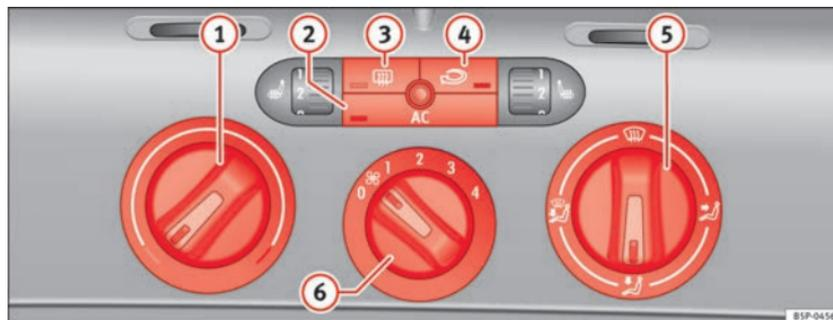

Abb. 127 In der Instrumententafel: Bedienelemente der Climatic
- Mit den Reglern ⇒ Abb. 127 ① und ⑤ und mit dem Schalter ⑥ stellen Sie die Temperatur, die Luftverteilung und die Gebläsestufe ein.
- Drücken Sie die jeweilige Taste ②, ③ oder ④, um eine Funktion ein- oder auszuschalten. Bei einer eingeschalteten Funktion leuchtet die Kontrollleuchte unten an der Taste auf.
① Temperaturregler ⇒ Seite 164.
② Taste **AC** – Klimaanlage ein-/ausschalten ⇒ Seite 164
③ Taste – Heckscheibenbeheizung. Etwa 20 Minuten nach dem Einschalten wird die Beheizung automatisch ausgeschaltet. Sie lässt sich vorzeitig durch Drücken der Taste ausschalten.
④ Taste – Umluftbetrieb ⇒ Seite 165
⑤ Luftverteilungsregler ⇒ Seite 164.
⑥ Gebläseschalter. Der Luftstrom ist in vier Stufen einstellbar. Das Gebläse sollte bei langsamer Fahrgeschwindigkeit immer auf der niedrigsten Stufe mitlaufen. ▶
- Schalten Sie die Klimaanlage mit der Taste ⇒ Abb. 127  ein.